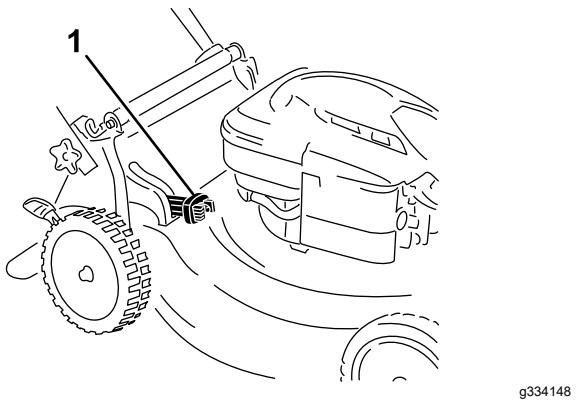

Figura 21
- **Para ensacar los recortes de hierba y hojas,** presione el botón de la palanca de ensacado a demanda y mueva la palanca hacia delante hasta que salte el botón de la palanca (Figura 21).